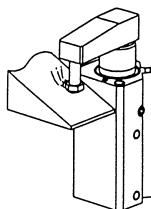

図4
- ③ ワークのクランプ面は、必ずシリンダ軸線に対し垂直になるようにしてください。(図4)